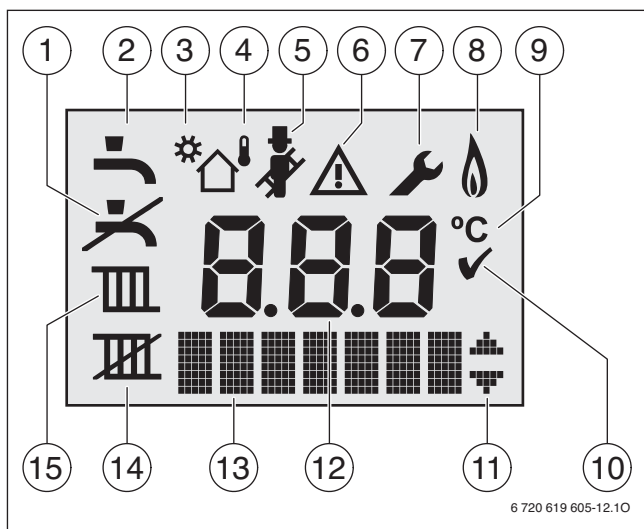

Рис. 24 Індикація на дисплеї базового контролера Logamatic BC25
- [4] Дисплей (див. рис. 24, стор. 48)